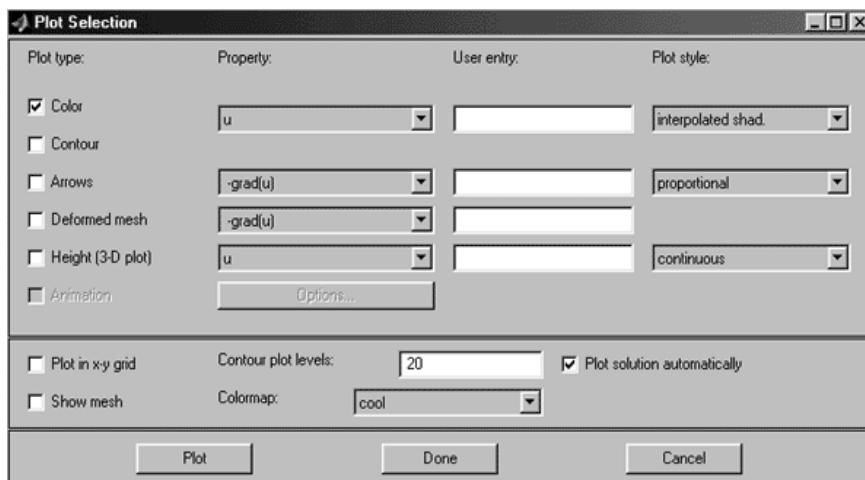

Рисунок 7.4 – Диалоговое окно ввода параметров визуализации решения PDE
**Parameters** – установить параметры отображения решения. По данной команде раскрывается диалоговое окно (рисунок 7.4), предлагающее ввести нужные значения параметров.